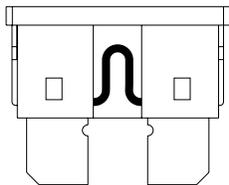

FIGURE 9. FUSIBLE EN BON ÉTAT
- Vérifiez le fusible du chargeur, s'il est grillé, les batteries ne se rechargeront pas (voir les figures 9 et 10).